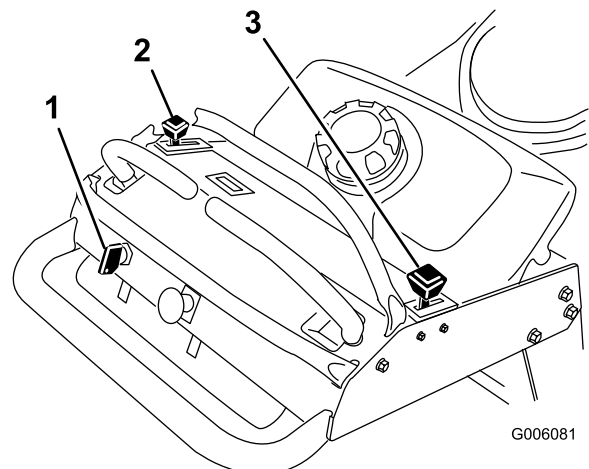

Figura 7
4. Mueva el control del acelerador a la posición Rápido y mueva la palanca del estérter a la posición de Conectado antes de arrancar el motor si éste está frío (Figura 7).
2. Mueva la palanca del acelerador a lento (Figura 7).